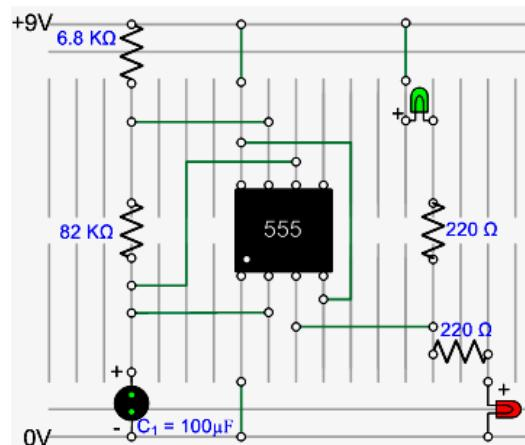

Figura 2 – Questão 1.
**Questão 2** – Seja o circuito da Figura 2, a qual mostra uma aplicação do CI 555 (verificar as conexões).